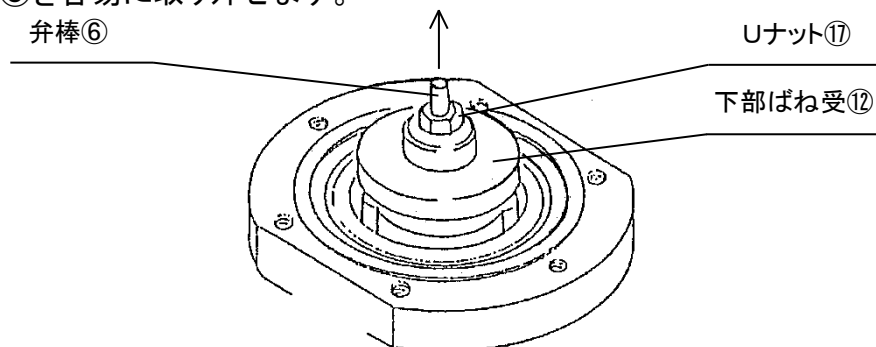

図 14 15～50A のリティナーガイド⑤分解手順
- (1) 配管内の圧力を十分に抜き、圧力計で0を確認します。
- (2) ロックナット⑩を少し緩め、調節ねじ⑮を左回転させ、調節ばね⑭を無荷重にします。
- (3) 六角ボルト⑲を取り、保護筒②を外し、調節ばね⑭・上部ばね受⑬を取り出します。
- (4) ダイヤフラム⑪は、弁棒⑥の二面巾部分を固定し、Uナット⑦を緩めて取り出します。
- (5) 六角ボルト⑲を緩めて、リティナーガイド⑤を上引き上げますと、一緒にリティナー④も取り出せます。リティナーガイド⑤が外しにくい時は、図 14、15 の方法にて行ってください。
- (6) 弁棒を⑥上に引き上げますと、弁座⑧も一緒に取り出せます。
- (7) 弁棒⑥の二面巾部分を固定し、Uナット⑦を緩めて取り外すと弁体⑨等が取り外せます。